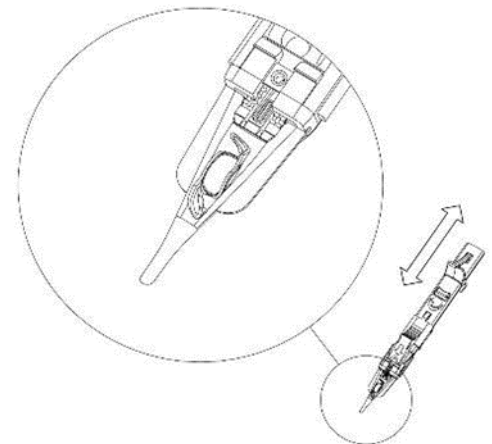

Fig.7
10. Una volta che la IOL ha raggiunto le "alette della cartuccia" come indicato in Fig. 7, interrompere l'iniezione e ritirare lo stantuffo a fondo corsa. Avanzare nuovamente lo stantuffo per rimuovere aria dall'ugello. Inserire la tip in camera anteriore e continuare l'iniezione lentamente.